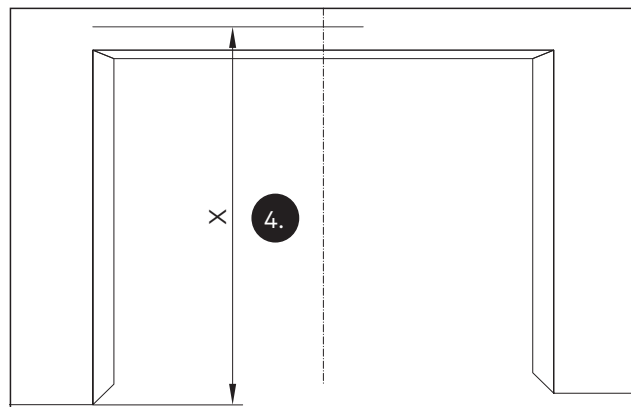

Abb. 8 Den Abstand X auf der Wand anzeichnen
4. Die Oberkante des Montagewinkels mit dem Abstand X vom höchsten Punkt des Fußbodens im Fahrbereich auf der Wand anzeichnen (Abb. 8).